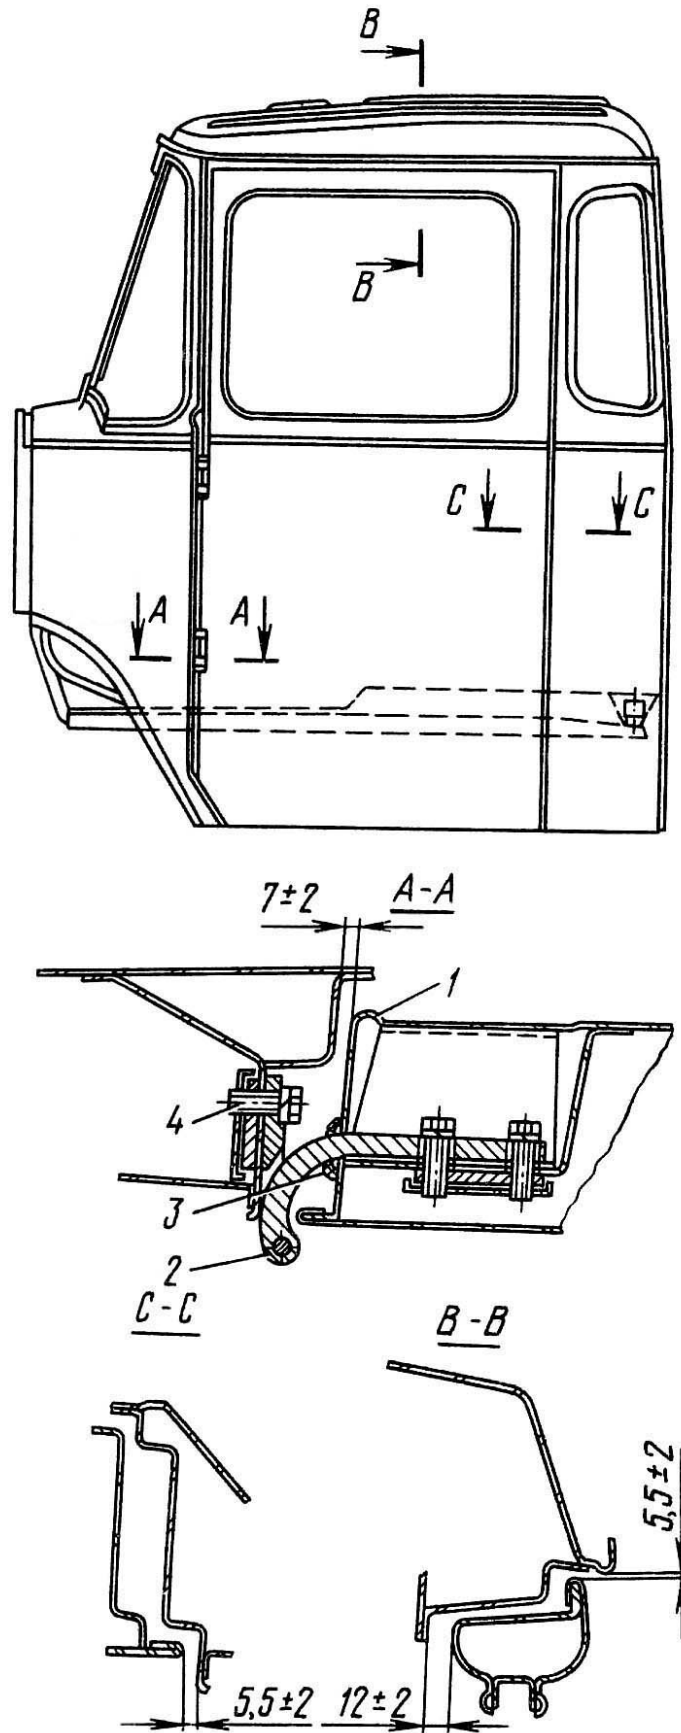

Рис.100. Регулировка зазоров дверей кабины:
2. Отвернуть болты 4 (рис.100) крепления петель двери 1 к стойке дверного проема. Снять дверь.
3. Зазоры между дверью и дверным проемом отрегулировать с помощью болтов 4 крепления дверей (см. рис.100).